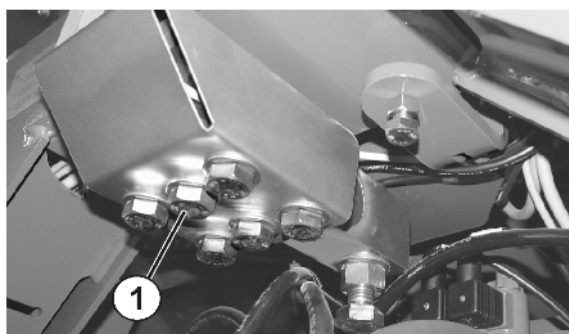

Рис. 91
- 8 болтов у двух плоских рессор (Рис. 91/1)